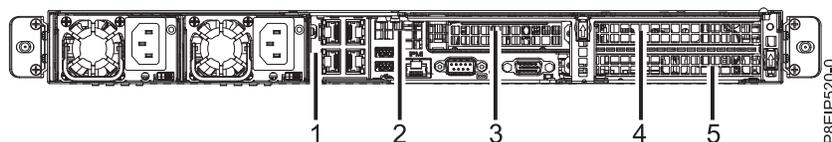

Abbildung 39. Positionen der PCIe-Adapter - System vom Typ 8001-12C
2. Informationen zu den Positionen der PCIe-Adapter finden Sie in Abb. 39.